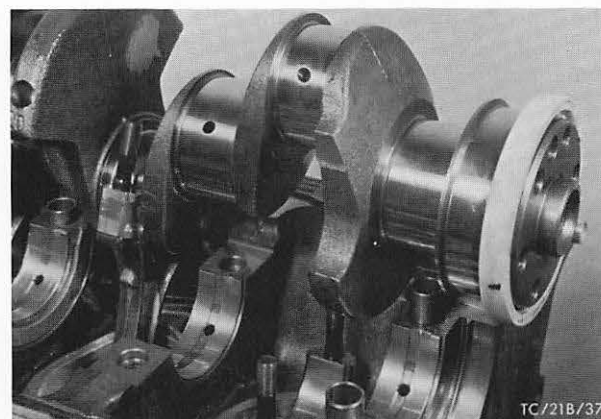

Abb. 93 Kurbelwelle ausbauen
28. Kurbelwelle aus dem Zylinderblock heben und hinteren Radialdichtring abnehmen, Abb. 93.